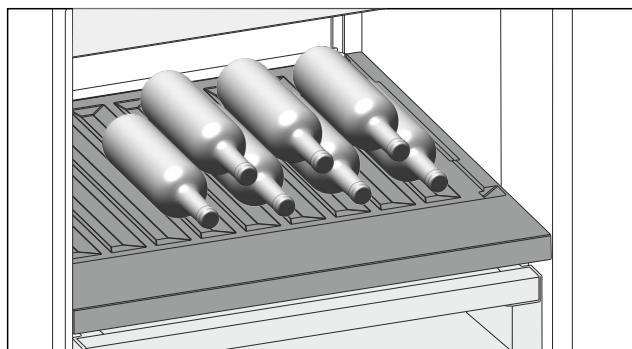

Fig. 114
- ▶ Wkładać butelki dnem ustawionym do tyłu, w kierunku ścianki tylnej. (patrz Fig. 114)